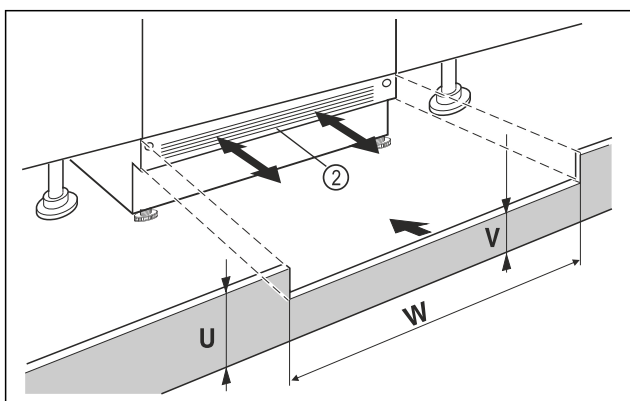

Fig. 12 Voorbeeldweergave
- Plaats de afdekking van de onderkant van het apparaat Fig. 12 (2) maar zet hem nog niet vast.
- Als de sokkelafdekking Fig. 12 (2) zichtbaar is, trek het dan naar voren totdat de voorkant van het ventilatierooster en de sokkelafdekking van het meubel gelijk zijn.
- Bij een verborgen sokkelafdekking Fig. 12 (2), deze gehele naar achteren schuiven.
- Controleer of de ventilatiesleuven volledig vrij zijn: Snijd indien nodig de hoogte van de sokkelafdekking Fig. 12 (U) op maat!
- Pas de hoogte van de balk onder de sokkelafdekking van het apparaat Fig. 12 (W) aan de breedte Fig. 12 (V) van de nis Fig. 12 (2) aan.